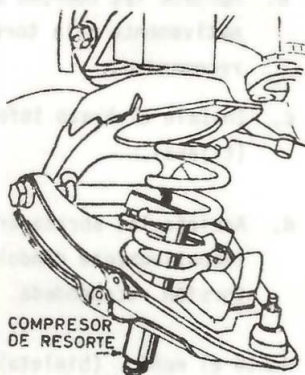

Fig. 6
- b. Instale el compresor de resortes (fig. 6).